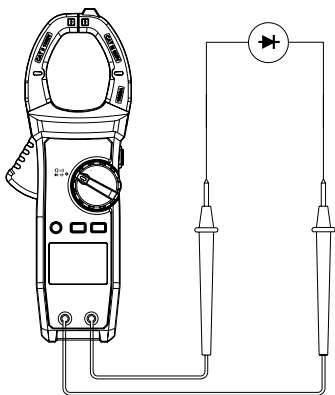

Рис.9 Проверка диода
- 2) Установите переключатель на **▶|)**, нажмите SELECT, для выбора режима проверки диода **▶|+**. Подсоедините щуп красного тестового провода к аноду (+) проверяемого диода, а черный – к его катоду (-) (см. рис. 9).